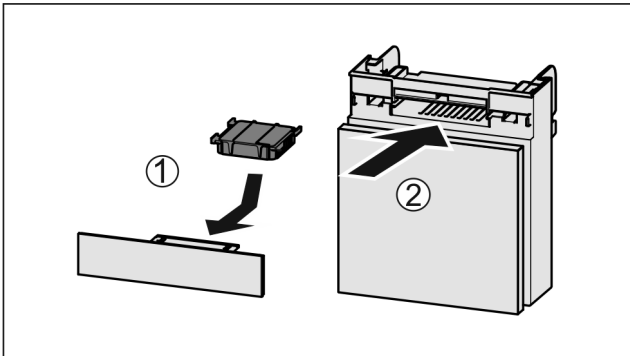

Fig. 41
- ▶ Filtr s aktivním uhlím vložte podle vyobrazení Fig. 41 (1).
- ▶ Zásuvku zasuňte Fig. 41 (2).